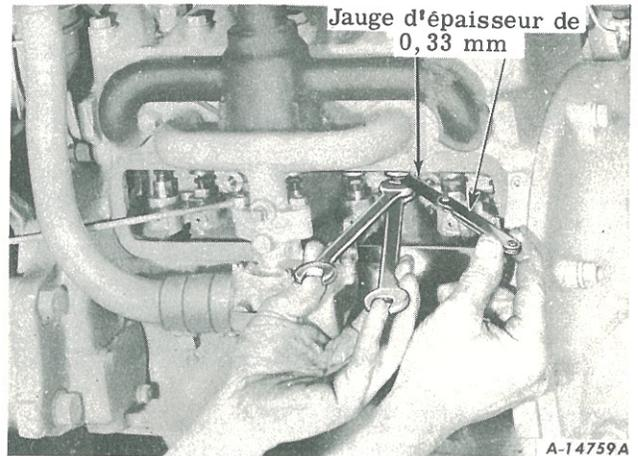

Figure 54
5) Pour le réglage du jeu des soupapes, employez deux clés plates, voyez figure 54. Utilisez la clé inférieure pour maintenir le poussoir et la